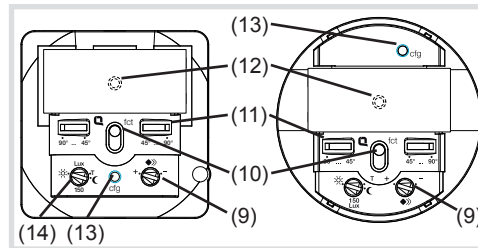
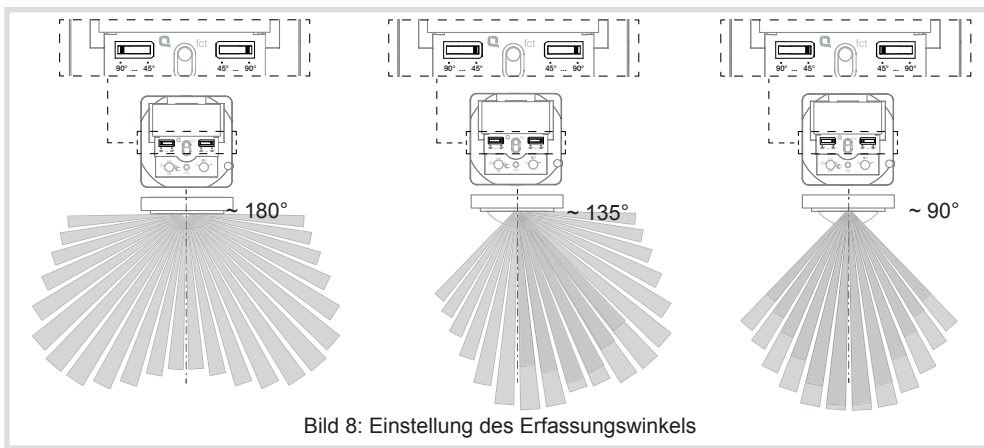

Bild 5: Bedien- und Einstellelemente des Aufsatz-Unterteils
Bild 8: Einstellung des Erfassungswinkels
Der Erfassungswinkel kann für die rechte und für die linke Seite je Einsteller (Bild 5, 10) zwischen 45° ... 90° eingeschränkt werden. Somit kann der Erfassungswinkel zwischen 90° und 180° liegen (Bild 8).
- Testbetrieb einstellen. Hierzu Potenziometer Ansprechbarkeit (Bild 5, 13) auf Position T stellen.
- Potenziometer Ansprechhelligkeit (Bild 5, 14) in die gewünschte Position drehen.
- Potenziometer Empfindlichkeit (Bild 5, 9) in die gewünschte Position drehen.